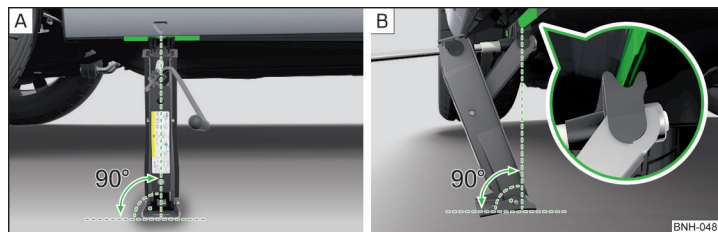

Abb. 169 Wagenheber ansetzen
- › Die Grundplatte des Wagenhebers mit der gesamten Fläche auf einem geraden Untergrund stellen, sodass sich der Heber in senkrechter Position zum Aufnahmesteg befindet » Abb. 169 - **A**.
- › Den Wagenheber mit der Kurbel so weit hoch drehen, bis die Klaue des Hebers den Steg umfasst » Abb. 169 - **B**.